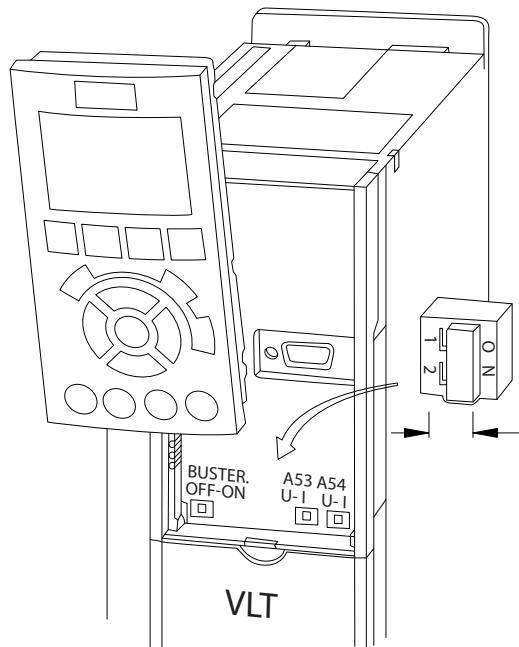

图 4.10 端子 53 和 54 的开关位置
1. 拆除 LCP（本地控制面板）（如图 4.10 所示）。